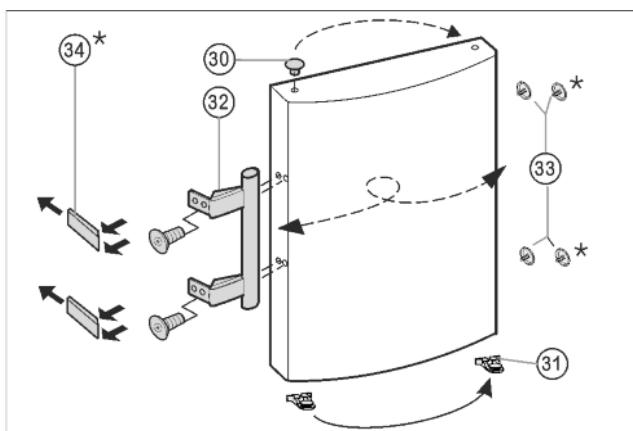

Fig. 9
- Извлеките пробку Fig. 9 (30) из опорной втулки дверцы и переставьте.
- Снимите и переставьте на противоположную сторону дверную ручку Fig. 9 (32), пробку Fig. 9 (33) и прижимные пластины* Fig. 9 (34).